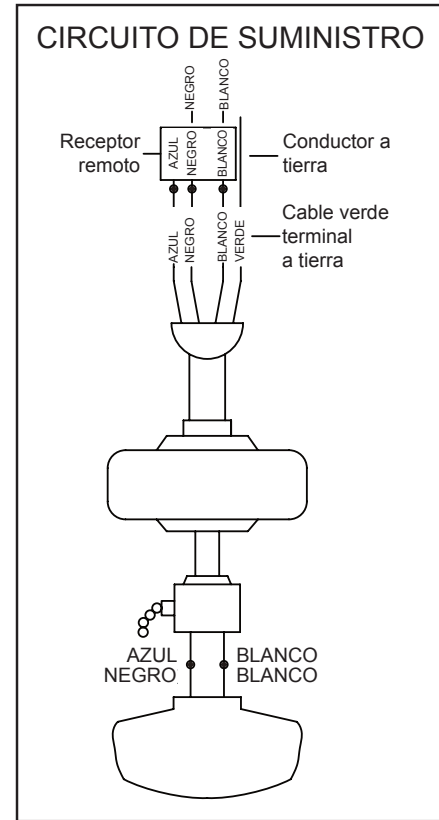

Figura 11
Sigue estos pasos para conectar tu ventilador al circuito de tu hogar. (Figura 11)
1. Conecta el conductor **A TIERRA** del cable de 120 voltios (puede ser un cable desnudo o un cable con aislante verde) al (los) cable(s) terminal(es) a tierra **VERDE(S)** del ventilador. (Figura 11)
2. Conecta el cable **BLANCO** del motor del ventilador al cable **BLANCO** del receptor usando una tuerca de cable. (Figura 11)
3. Conecta el cable **NEGRO** del motor del ventilador al cable **NEGRO** del receptor usando una tuerca de cable. (Figura 11)
4. Conecta el cable **AZUL** del motor del ventilador al cable **AZUL** del receptor usando una tuerca de cable. (Figura 11)
5. Conecta el cable **NEGRO** del receptor al cable **NEGRO** de suministro de energía (positivo) usando una tuerca de cable. (Figura 11)
6. Conecta el cable **BLANCO** del receptor al cable **BLANCO** de energía (neutro) usando una tuerca de cable. (Figura 11)